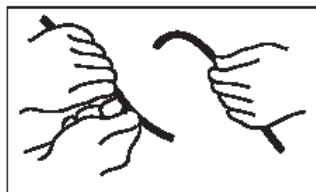

図3. 手袋をした手のままか、または滑らかな滅菌器具を使用し、引っ張るようにしてスタイレットに緩やかなカーブをつける。
- (1) 心房内にリードを進めた後、ストレートスタイレットを引き戻して、J形、つまり先端がカーブしているスタイレットと交換し、スタイレットを完全に挿入する。(図3. に示す通り、ストレートスタイレットは望ましいカーブに形付けることができる)。